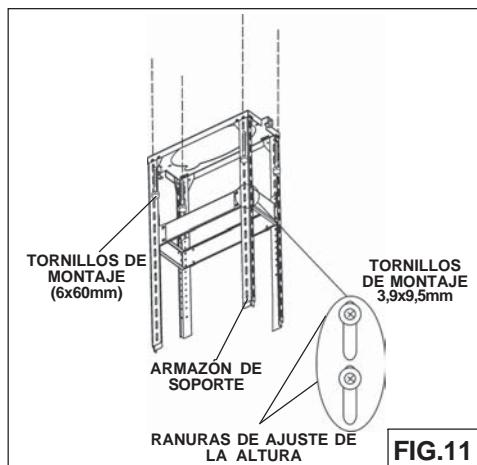

FIG.11
4. Ajustar la altura total de el **armazón de soporte** utilizando la tabla de fijaciones que se mostra en la página. Suelte y vuelva a apretar los 54 tornillos en las ranuras de ajuste de altura, según sea necesario. Inserte 12 tornillos (3.9x9.5mm) ubicadas en el paquete de hardware (Fig. 11) asegurarse de esto un 4" min. superposición entre las patas de soporte superior e inferior.